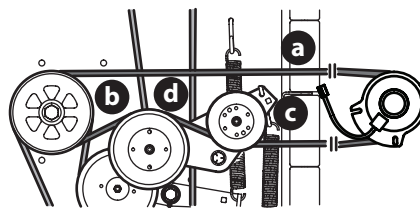

Figura 59
1. Extraiga la correa de la PTO (a) de la cubierta siguiendo las instrucciones que figuran en la sección Retiro de la plataforma y luego quítela de alrededor del embrague de la PTO (Figura 59).
2. Coloque la correa de la PTO (a) (Figura 59 en la página 72).
3. Después de pasar la correa alrededor de la polea de la PTO (b), use una llave de 1/2" (2 mm) en el soporte de la polea loca (c) y gire hacia la derecha de la cortadora para terminar de pasar la correa alrededor de la polea loca (d) (Figura 59 en la página 72).